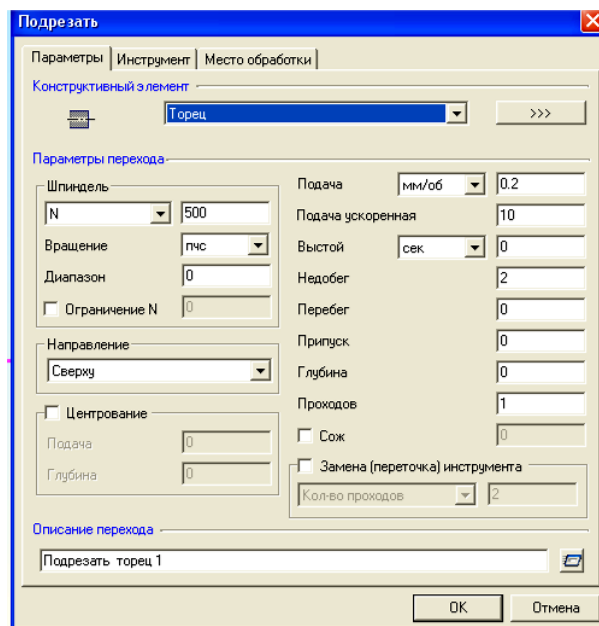

Рисунок 3.3 – Технологічна команда «Подрезать»
1. Натисніть кнопку «Подрезать»  на панелі «Переходи». З'явиться діалог «Подрезать» (рис. 3.3).